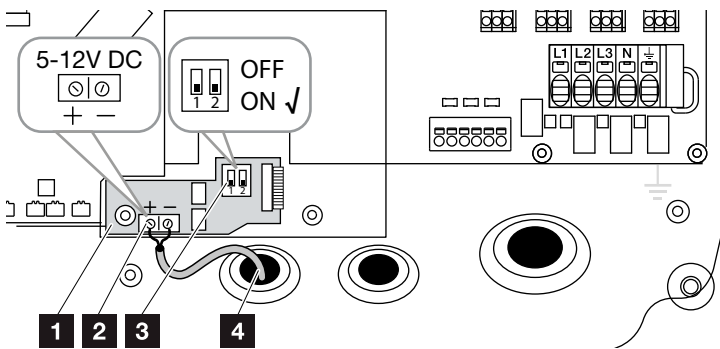

Fig. 26: Scheda KOSTAL Smart AC Switch
1. Introdurre il cavo di comando nell'inverter e collegarlo alla morsettieria  **Fig. 26, pos. 2** della scheda.
3. Posizionare su ON l'interruttore DIP  **Fig. 26, pos. 3**